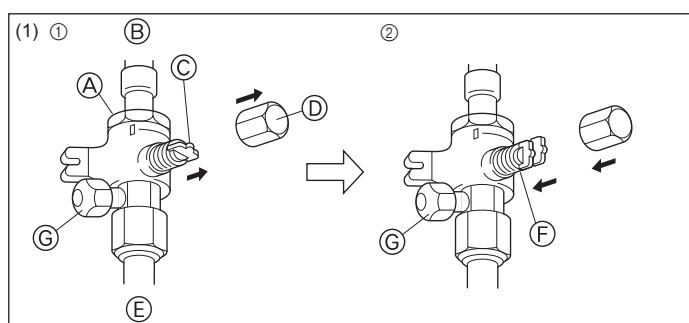

Fig. 4-6
- Certifique-se de que as válvulas de retenção (A) (B) estão fechadas e não as abra.
- Adicione pressão às linhas de refrigerante através da porta de serviço (C) da válvula de paragem de líquido (A) e da válvula de paragem de gás (B).
- Se a pressão diminuir nos passos (2) ou (3), existe uma fuga de gás. Procure descobrir a causa da fuga de gás.
- Lado do gás (Fig. 4-6)